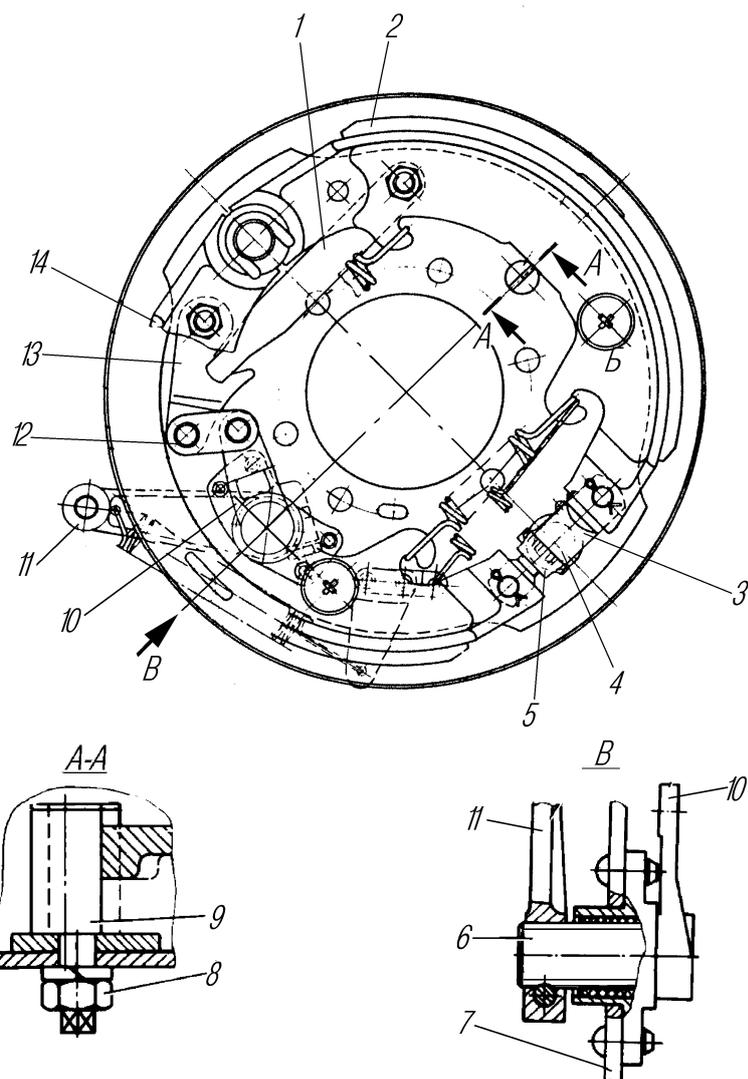

Рис. 83. Тормоз стояночный:
При торможении усилие передается от регулировочного рычага 11 (рис. 83) через рычаг 10, серьгу 12 на разжимной рычаг 13.
3. Отрегулируйте зазор между правой колодкой и барабаном, для чего ослабьте на пол-оборота стопорную гайку 8 (см.рис. 83) на эксцентриковом пальце 9 со стороны щита и, поворачивая палец ключом по часовой стрелке, установите зазор 0,3–0,5 мм. Зазор проверяйте щупом через щель в отражателе тормоза. Стопорную гайку затяните, предотвращая поворот пальца.